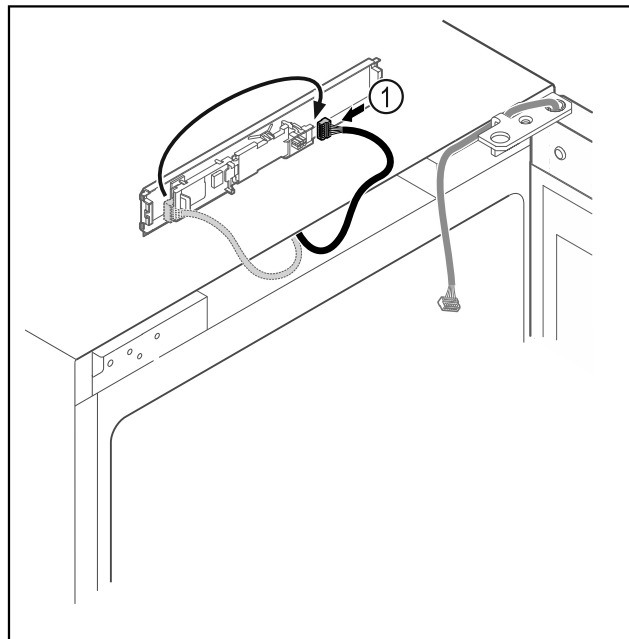

Fig. 13
- ▶ Переставьте штекер Fig. 13 (1) на панели.